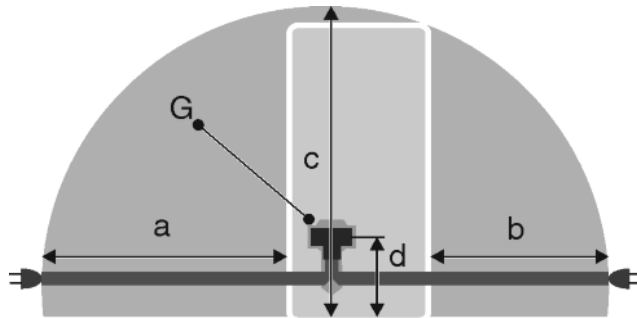

Fig. 27
- A konnektor a készülék hátoldali területén kívül helyezkedik el a megadott tartományban. Fig. 27 (a, b, c)
- ▶ Dugja be a csatlakozót Fig. 27 (G) a készülék hátoldalába. Figyeljen a megfelelő bekattanásra.